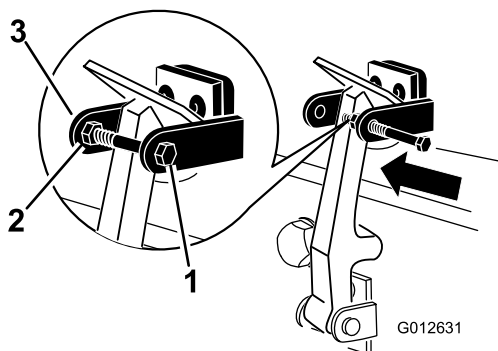

Figura 6
7. Aperte o parafuso no outro braço do suporte do trinco do capot e prenda o trinco na posição (Figura 6). Aperte o parafuso firmemente, mas não aperte a porca.